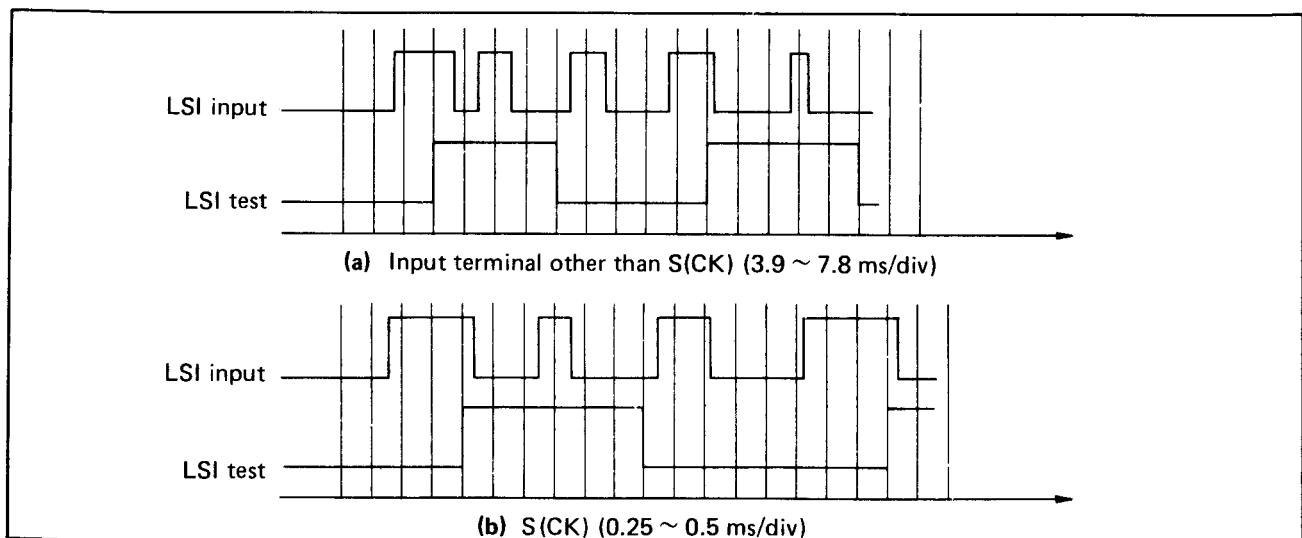

Fig. 2-17
Für die Eingänge S (OPR), S (DN), S (MEM), S (R) und S (CK) ist eine Kompensation gegen Schalterprellen wirksam. Die Zeitfunktion ist in Fig. 2-17 dargestellt.